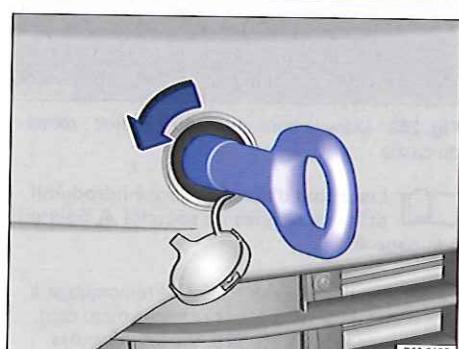

Fig. 268 Dans le pare-chocs avant droit : vissage de l'œillet de remorquage
Le logement prévu pour l'œillet de remorquage à visser se trouve dans le pare-chocs avant côté, derrière un cache \Rightarrow fig. 268.
- Vissez l'œillet de remorquage aussi fermement que possible dans son logement en le tournant **dans le sens inverse des aiguilles d'une montre** \Rightarrow fig. 268 \Rightarrow ①. Utilisez un objet approprié pour visser complètement et fermement l'œillet de remorquage dans son logement.